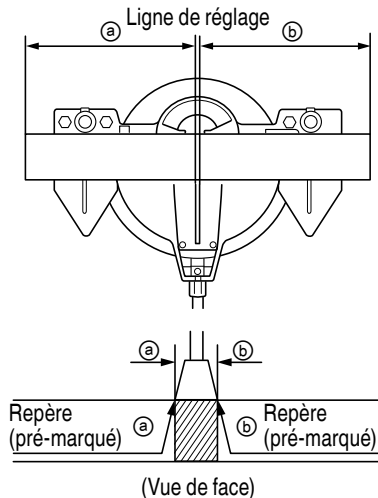

Fig. 24
- (1) Comme indiqué à la Fig. 24, la largeur de la lame est la largeur de coupe. En conséquence, glisser la pièce vers la droite (vue de la position de l'opérateur) pour obtenir la longueur (a), et sur la gauche pour obtenir la longueur (b).